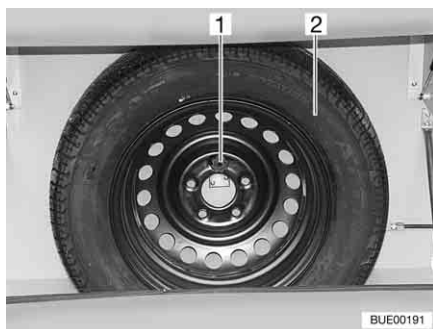

Fig. 221 Supporto per la ruota di scorta
Il supporto per la ruota di scorta è fissato nel vano portabombole. La ruota di scorta (Fig. 221,2) è disponibile con sovrapprezzo.
- Svitare il bullone (Fig. 221,1).
- Prelevare la ruota di scorta (Fig. 221,2).